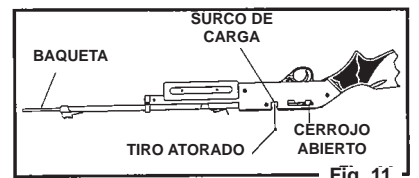

Fig. 11
- Con el rifle de aire "ON SAFE" (seguro activado), abra el cerrojo tirando de él totalmente hacia atrás, introduzca una baqueta de calibre .177 en el cañón y cuidadosamente empuje el diábolo o munición atorados hasta el puerto de carga. No intente volver a usar ese diábolo o munición. (Fig. 11)